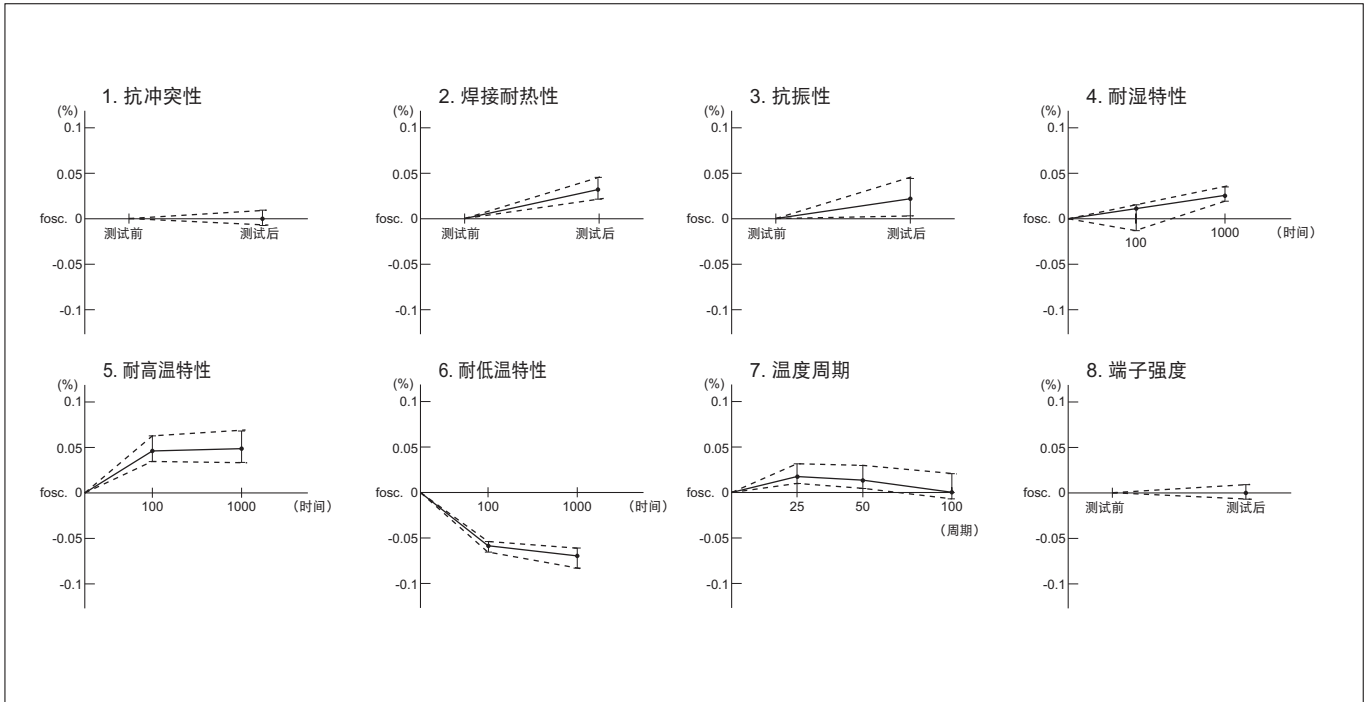
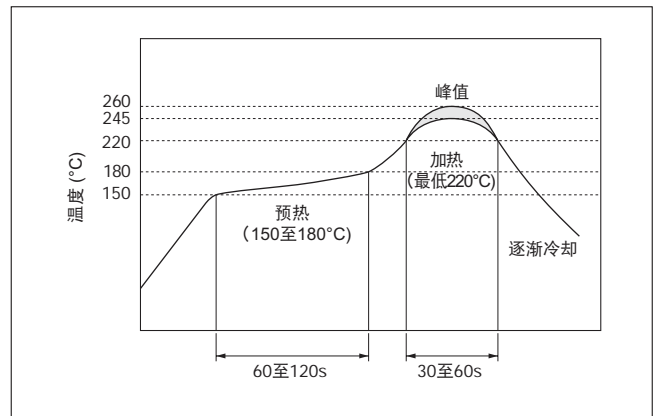

图 3-2 各可靠性测试中振荡频率的常见变化 ( CSTLS4M00G53-B0 )
图 3-3 MHz 频带片状 CERALOCK® 的回流焊接温度曲线
每种测试中振荡频率的变化如图 3-2 所示，测试后的基准如下页表格所示，回流焊接曲线如图 3-3 所示。
2. 焊接耐热性	将引线端子距谐振器本体 2.0mm 部分浸泡到的焊料槽中后，[c] 在自然状态下放置 1 小时，再进行测量。 *1 将图 3-3 所示回流焊接曲线的热应力施加于谐振器，然后在自然状态下放置 1 小时，再进行测量。 *2